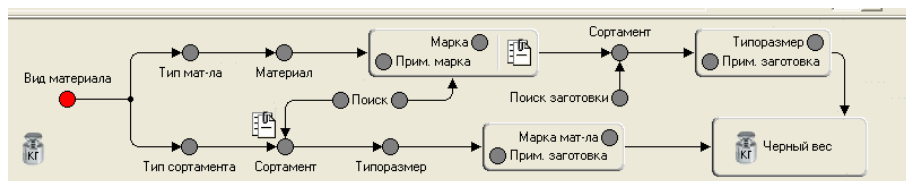

Рис. 6
4.4. Для детали обязательно нужно указать материал, из которого она изготавливается. Для этого в окне редактирования записи заполняем строку «марка материала», нажав кнопку с изображением книги, после этого схема навигации меняется (рис. 6). В этой навигации вы можете двигаться по любому удобному вам маршруту - по верхнему или нижнему - и каждый раз программа будет предлагать вам список, из которого вы двойным щелчком мыши выбираете нужный вам пункт. Если по одному из маршрутов материал не выбирается, тогда необходимо вернуться в начало маршрута «Вид материала».